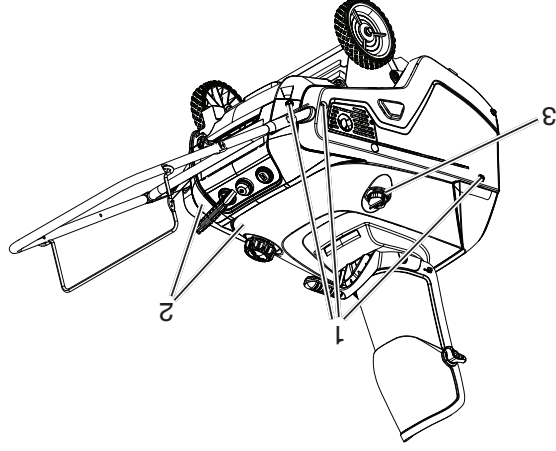

Figure 27
4. Retirer les six vis qui retiennent l'enveloppe (Figure 27).
6. Retirer l'enveloppe (Figure 27).
15. Poser l'enveloppe en replaçant les vis déposées à l'étape 4 (Figure 27).